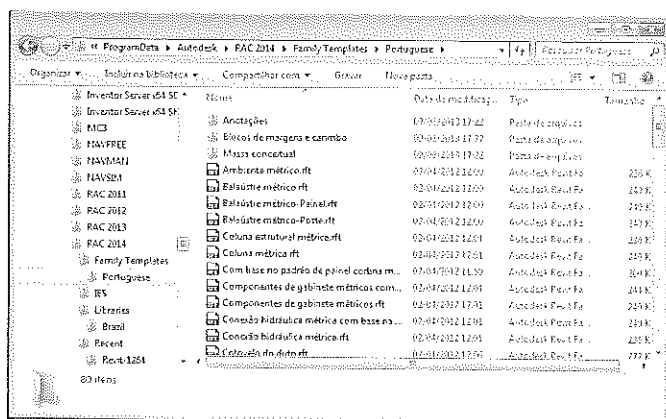

Figura 3.9 – Relação de templates (RFT) para criação de famílias.
- **Famílias RFA (carregáveis):** a família RFA fica em um arquivo externo, por exemplo, PORTA. RFA, que é carregado em qualquer projeto. A família é criada a partir de um modelo/template do Revit (RFT) específico para criação de cada tipo de família. O programa tem um editor de famílias que usa modelos/templates predefinidos para criação das famílias. Um exemplo é a família de mobiliário específico de um fabricante, que pode ser fornecida por ele via download na web ou comercializada. A Figura 3.9 mostra arquivos de templates para construção de famílias de móveis.